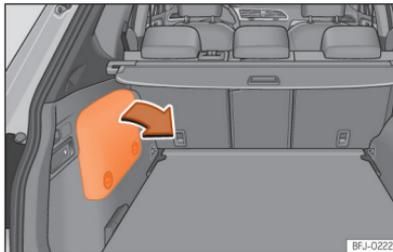

Abb. 243 Plug-in-Hybridfahrzeuge (PHEV): Einbaulage der Batterie im Kofferraum
- Die 12-Volt-Fahrzeuga-batterie befindet sich an der linken Seite im Staufach »» » (Abb. 243).